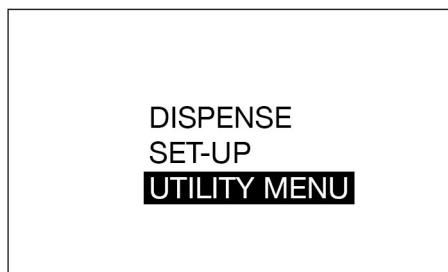

FIG. 19
2. Välj alternativet UTILITY MENU (Fig. 19).